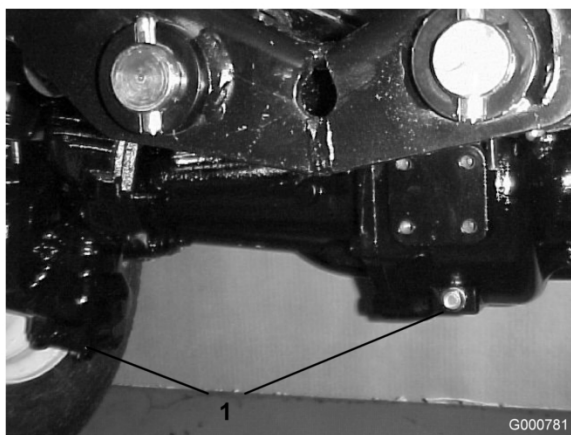

Figura 57
2. Limpe a zona em redor dos (3) tampões de escoamento, (1) em cada extremidade e (1) no centro (Figura 57).